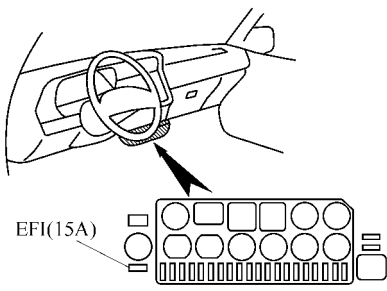

图 2-149 拆下熔丝之前应先关断点火开关
(1) 在对故障部位进行修理后，由 ECU 保存在存储器内的故障码，应采取拆下 EFI (15A) 熔丝，拆下时间的长短取决于周围环境温度（温度低，熔丝拆下时间应长）。拆下熔丝之前应先关断点火开关，如图 2-149 所示。